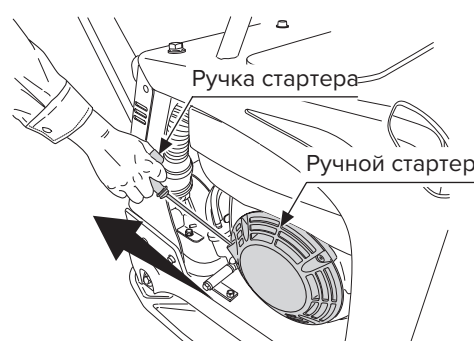

Рис. 15
2. Медленно потяните за ручку стартера, пока не почувствуете сопротивление. Затем потяните резко, чтобы запустить двигатель. Будьте осторожны, чтобы не порвать шнур. Медленно верните ручку на место, чтобы она не ударилась о корпус двигателя (рис. 15).